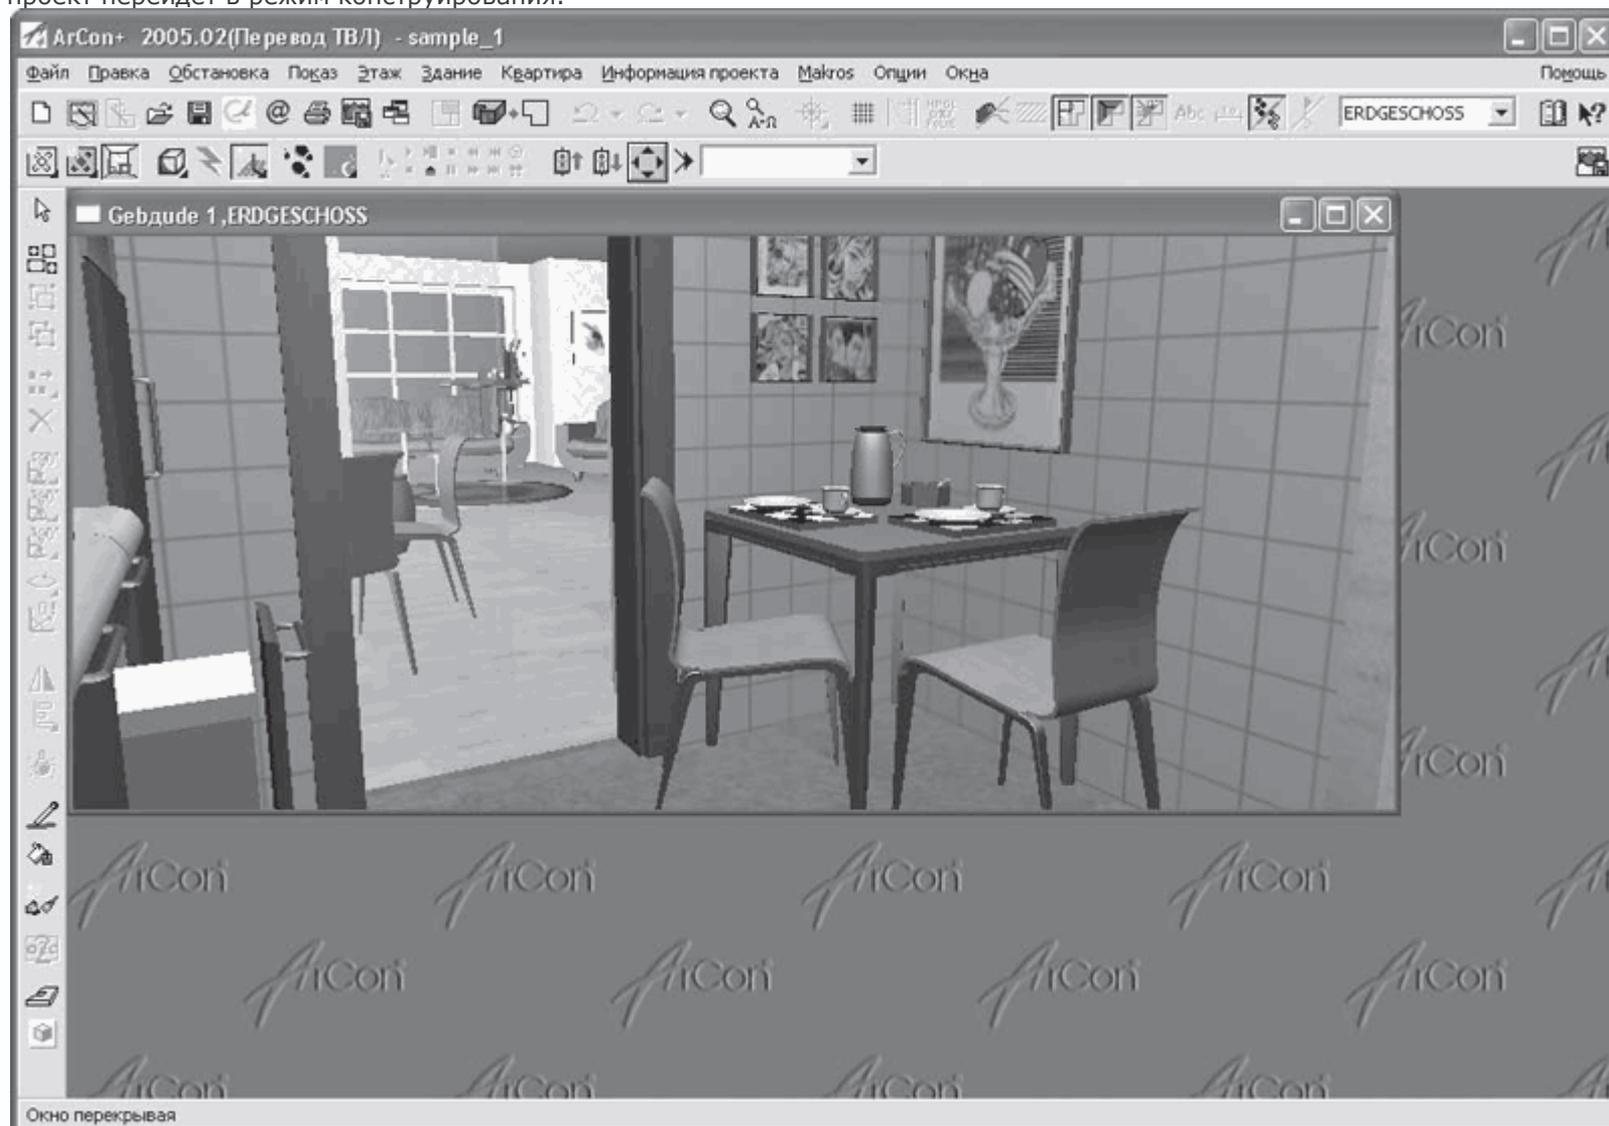

Рис. 3.3. Трехмерное представление проекта в режиме дизайна
- С переходом в режим дизайна (просмотр и редактирование) – при этом вы можете перемещаться по трехмерной сцене, поворачивать ее, перемещать и редактировать отдельные объекты интерьера, настраивать освещение и т. п. В этом режиме на панелях инструментов становятся доступными кнопки для управления объектами, текстурами, представлением трехмерной сцены, визуализации и пр. Трехмерная сцена отрисовывается в том же окне, где до этого был двухмерный план здания (рис. 3.3). Напомню, что переход в режим дизайна осуществляется с помощью кнопки Режим дизайна на горизонтальной панели инструментов или функциональной клавиши F12. Вы можете создать несколько окон для трехмерного представления вашего проекта с различных точек обзора. Для этого воспользуйтесь командой Окна → Новый вид. Во всех созданных таким способом окнах проект будет находиться в режиме дизайна, изменение какого-либо из объектов проекта, его размещения или текстур сразу же отобразится во всех остальных окнах. Если вы выполните переход обратно в режим